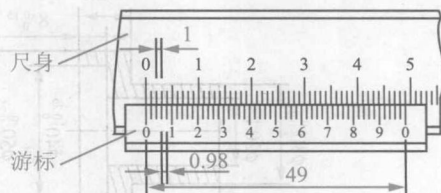

图 1-6 游标卡尺的刻线原理
(1) 游标卡尺的刻线原理。游标卡尺的尺身每小格 1 mm ,当两量爪合并时,游标上的 50 格刚好与尺身上的 49 mm 对正,如图 1-6 所示。游标的每格长度为 $49/50\text{ mm} = 0.98\text{ mm}$,尺身与游标每格之差为: $1 - 0.98 = 0.02\text{ (mm)}$,此差值即为 $1/50\text{ mm}$ (0.02) 游标卡尺的测量精度。